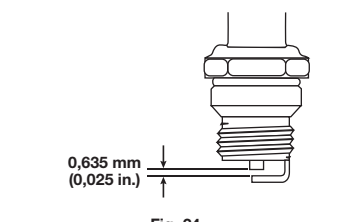

Fig. 24
- Remplacez toute bougie fendue, encrassée ou sale. Réglez l'écartement de la bougie à 0,635 mm (0,025 po) à l'aide d'une jauge d'épaisseur (Fig. 24).